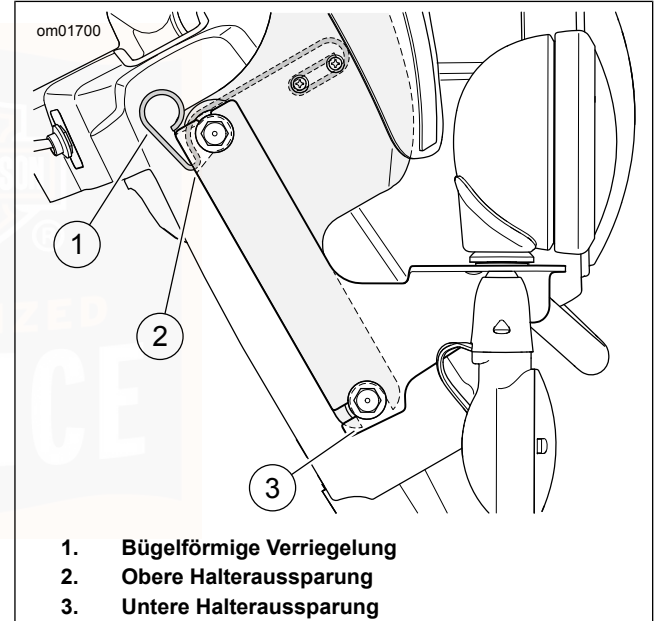

Abbildung 51. Abnehmbare Windschutzscheibe
1. Siehe Abbildung 51. Die bügelförmigen Verriegelungsfedern auf beiden Seiten der Windschutzscheibenhalterung anheben.
1. Siehe Abbildung 51. Den unteren Teil der Windschutzscheibenhalterung fest in die unteren Aufnahmeöffnungen einsetzen.